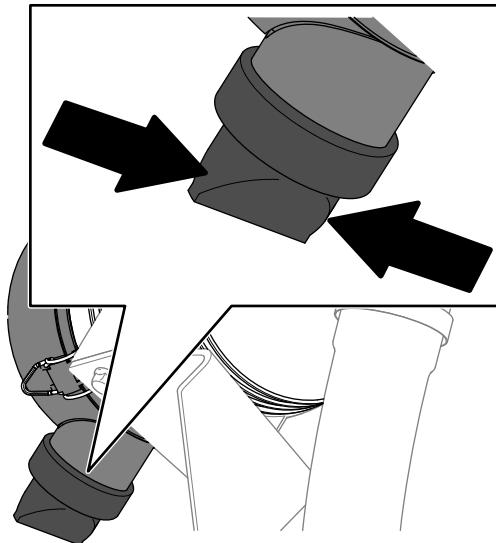

Figure 73
5. Pressez la valve d'éjection des poussières (Figure 73).